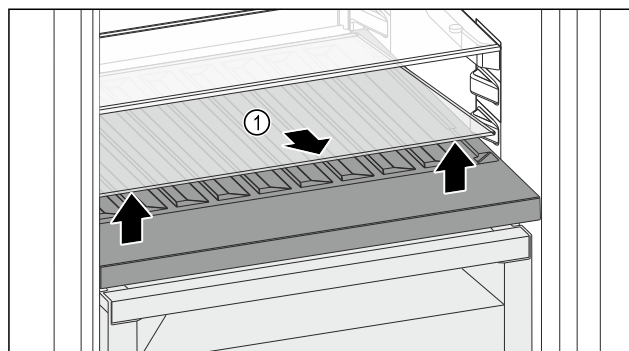

Fig. 143
- ▶ Glasplatte Fig. 143 (1) an der Aussparung vorne anheben und herausnehmen.
- ▶ Glasplatte Fig. 143 (1) außerhalb des Geräts sicher aufbewahren.